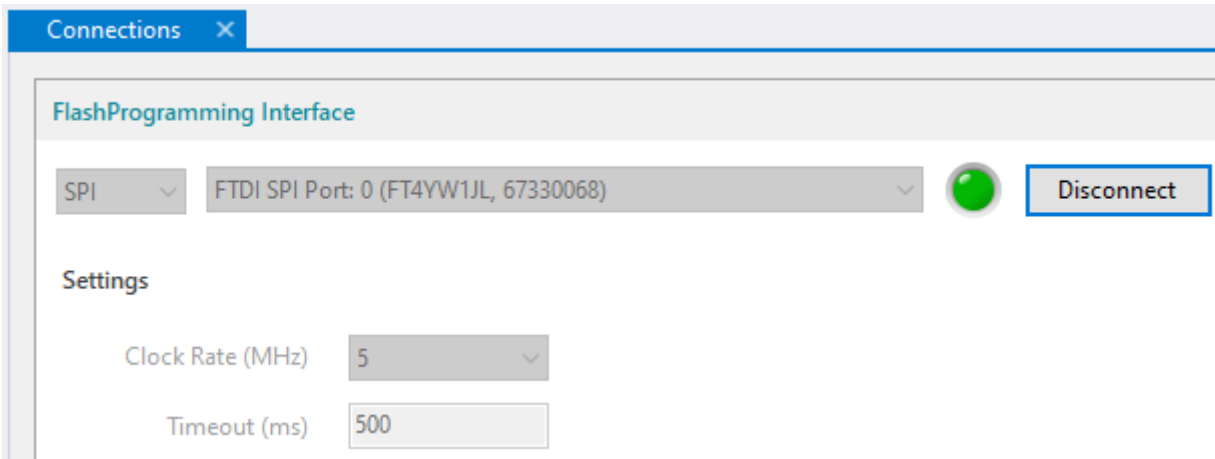

图 5-9. DLP Composer - 连接
6. 导航至“Connections”（连接）选项卡。设置为 SPI 和 FTDI SPI Port（FTDI SPI 端口），然后点击 *Connect*（连接）按钮。这时，虚拟 LED 应亮起，表示连接成功，如图 5-9 所示。